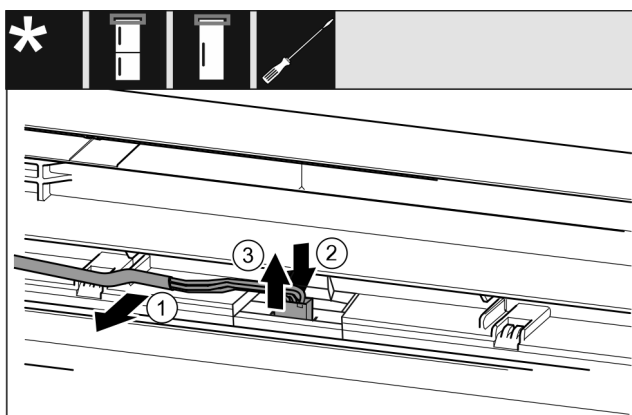

Fig. 19 Kühl-/Gefrierkombinationen / Gefriergeräte / Kühlgeräte
- Kabel Fig. 19 (1) vorsichtig aus der Führung in der Tür lösen.
- Lasche Fig. 19 (2) hinter dem Stecker nach hinten drücken.
- Stecker Fig. 19 (3) vorsichtig nach oben herausziehen.